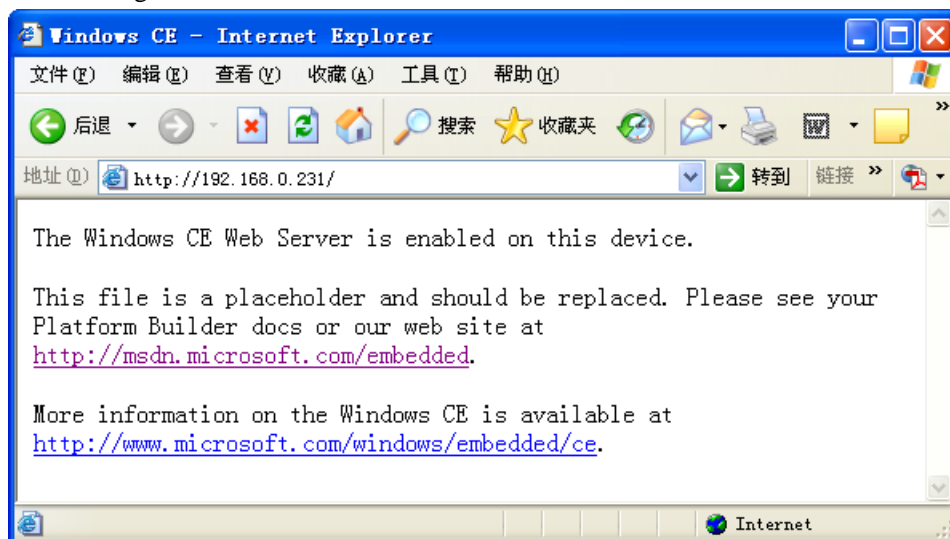

图 2.18 Windows CE 默认的网页
6. 在 PC 机上打开 IE (Internet Explorer)，在地址栏输入：<http://192.168.0.231>，然后按回车键，如图 2.18 所示，即可打开 MagicARM2410 中 Windows CE 的默认页面。这时，MagicARM2410 作为一台 WebServer，所以我们可以通过 IE 浏览器访问它。